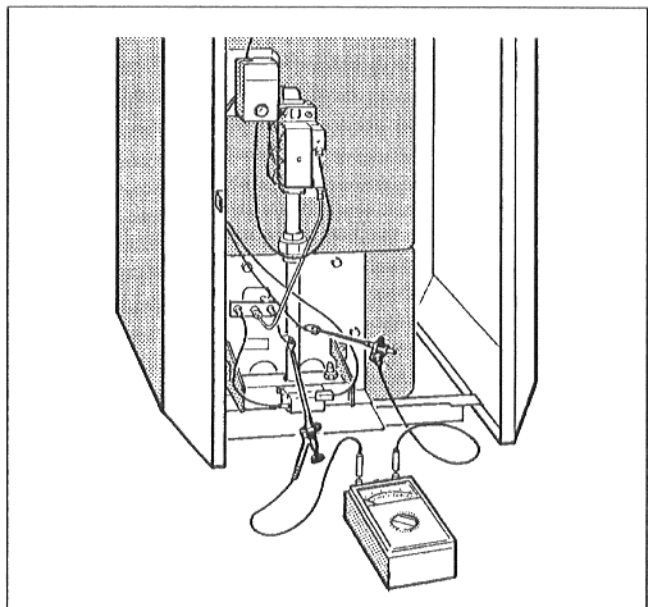

Fig. 37: Se măsoară curentul de ionizare
- Aparatul de măsură de pe cablul de control și electrodul de control se leagă în serie (Fig. 37). Se alege pe aparatul de măsură domeniul de curent continuu μA .